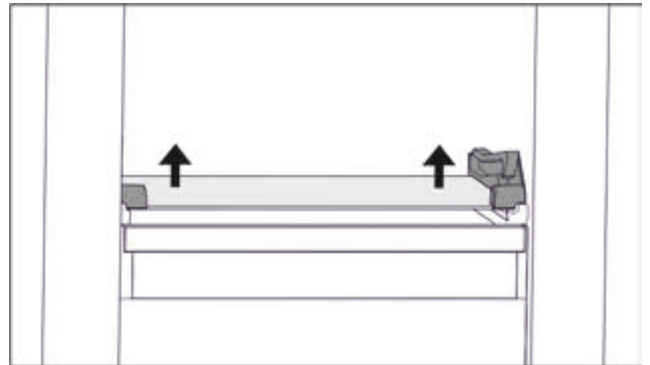

Fig. 35 Скляна пластина відкидного висувного ящика
- ▶ Скляну пластину натиснути з обох боків знизу вгору. (див. Fig. 35)